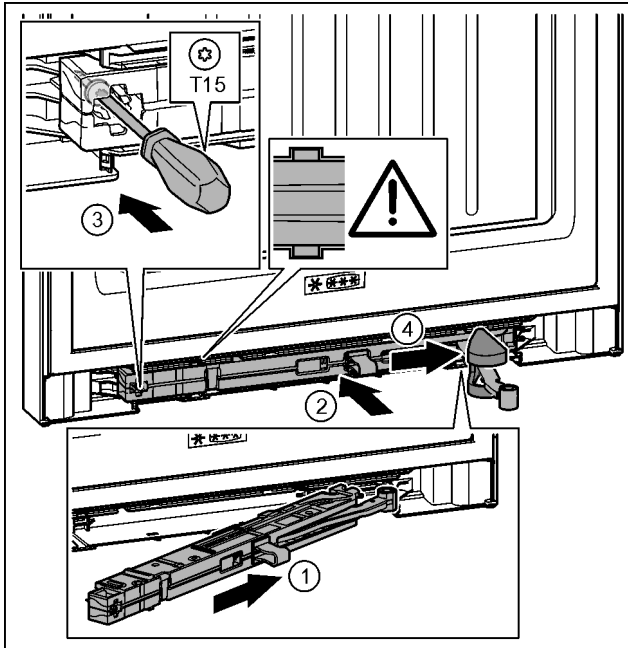

Fig. 44
- ▶ Schließdämpfereinheit auf der Lagerbockseite bis zum Anschlag schräg in die Aussparung einschieben. Fig. 44 (1)
- ▶ Schließdämpfereinheit vollständig in Aussparung schieben. Fig. 44 (2)
- ▶ Schraube mit einem Schraubendreher T15 festschrauben. Fig. 44 (3)
- ▶ Abdeckung über Gelenk schieben. Fig. 44 (4)